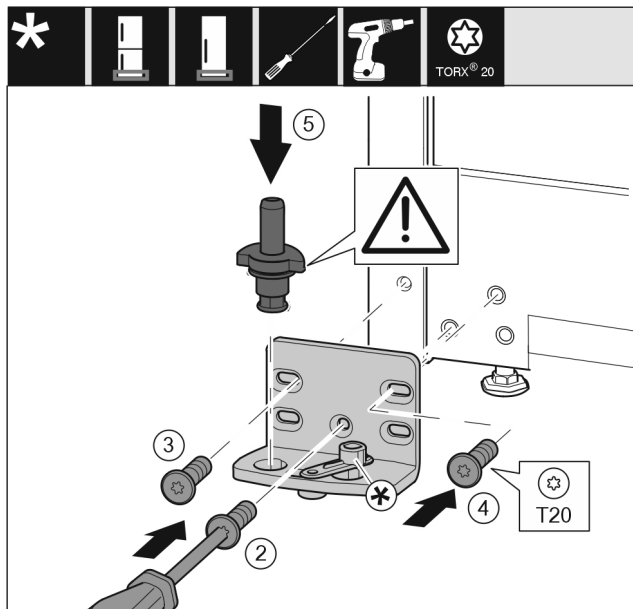

Fig. 17
- Εφαρμόστε το στήριγμα στην άλλη πλευρά και βιδώστε το με τη βοήθεια ενός κατσαβιδιού. Αρχίστε με τη βίδα Fig. 17 (2) κάτω στο κέντρο.
- Σφίξτε τη βίδα Fig. 17 (3) και τη βίδα Fig. 17 (4).
- Τοποθετήστε ολόκληρο τον πείρο Fig. 17 (5). Βεβαιωθείτε ότι το έκκεντρο ασφάλισης είναι στραμμένο προς τα πίσω.